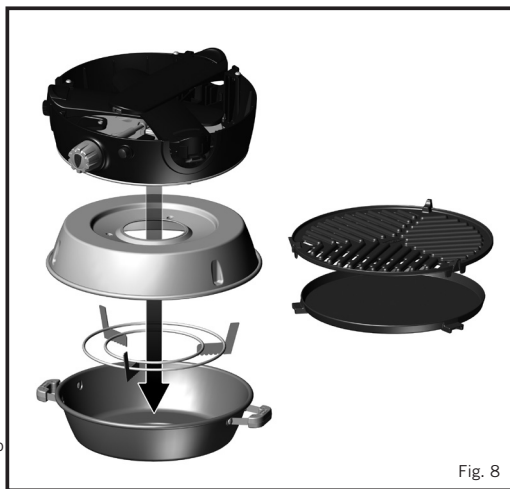

Fig. 8
- Para guardar la unidad, deje que se enfríe. Después de limpiar: Pliegue el aparato según describe en la sección 3 anterior. Coloque la olla / cúpula en la parte inferior del bolso. Luego coloque el soporte para ollas boca abajo en la olla. Ponga la Bandeja para grasa sobre la Olla y el Soporte para ollas boca abajo. Después ubique el aparato boca abajo sobre la bandeja para grasa. Acomode la Rejilla y la Sartén en los bolsillos separados que se encuentran en la tapa del bolso y ciérrelos. Pliegue la tapa del bolso y ciérrelo. (Fig. 8)